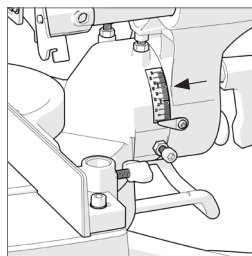

Fig. 34
- Наклоните режущий блок до нужного угла. Для облегчения установки предусмотрена угловая шкала (**рис. 34**).